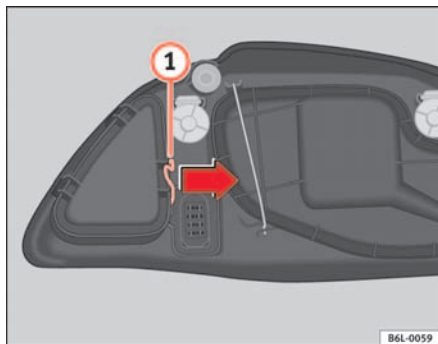

Abb. 144 Standlicht
- Die Strebe ① ⇒ Seite 222, Abb. 144 in Pfeilrichtung verschieben und den Deckel abnehmen.